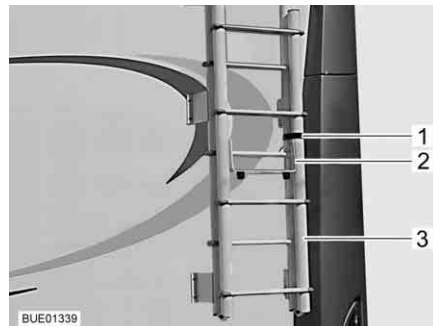

Bild 1 Hopfällbar stega, stegen uppfälld
- Lossa remmen (Bild 1,1) på stegen (Bild 1,3) baktill på fordonet.
- Fäll ut skyddsbygeln (Bild 1,2).